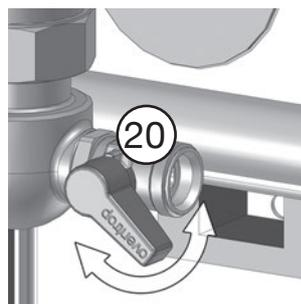

Abb. 5.10: Speicherkreisseite entlüften
14. Speicherkreisseite **entlüften**. Dazu **KFE-Kugelhahn 20** öffnen, bis Wasser austritt (Abb. 5.10).